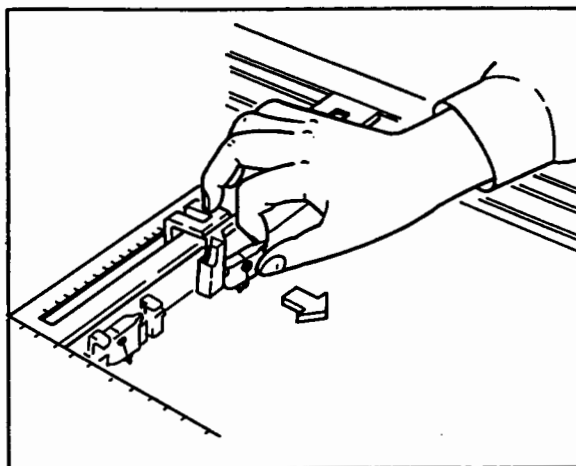

図3.4
- (3) ペンをペンホルダからとりはずす場合は図3.4のようにペンつまみを人差し指で前方に押し出してとりはずしてください。